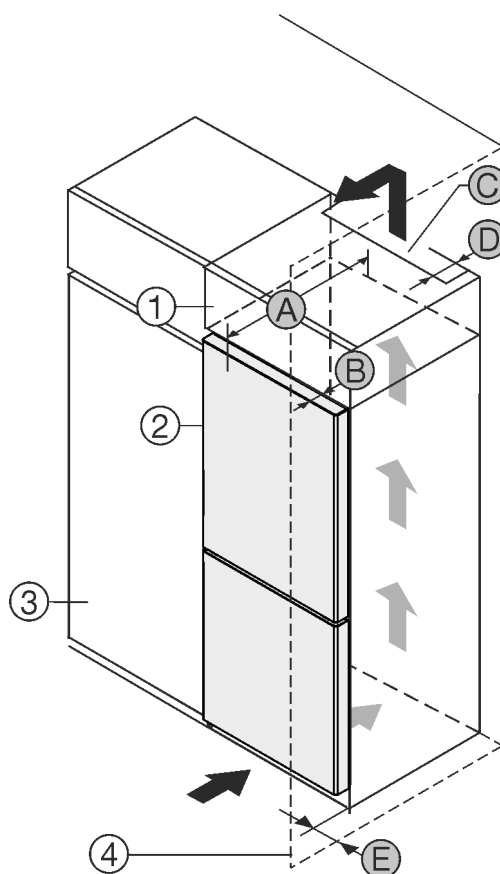

Fig. 1
Du kan ställa apparaten direkt bredvid köksskåpet Fig. 1 (3).\*
Bakom överskåpet måste det finnas en luftspalt med djupet Fig. 1 (D) längs hela överskåpets bredd.\*
Under taket måste angiven ventilationsprofil Fig. 1 (C) följas.\*
Om du placerar apparaten med gångjärnen bredvid en vägg Fig. 1 (4) måste avståndet mellan apparaten och väggen vara minst 13 mm.\*
Om du placerar apparaten med gångjärnen bredvid en vägg Fig. 1 (4) måste avståndet mellan apparaten och väggen vara minst 20 mm.\*
För att dörren ska kunna öppnas helt måste apparaten sticka ut från köksskåpets front med samma mått som dörrens djup *Fig. 1 (B)*. Beroende på köksskåpets *Fig. 1 (3)* djup och om väggavståndshållare används kan skåpet skjuta ut ännu mer.\*